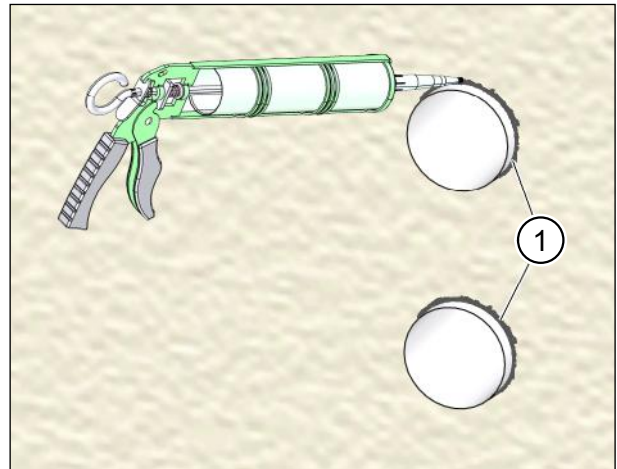

Abb. 20: Lüftungsrohre an der Außenwand abdichten
- ▶ Fasen Sie beide Rohrdurchbruchkanten (Pos. 1 in Fig. 20) mit ca. 5x45° ab, um einen Freiraum für die Dichtungsugen mit dauerelastischem Dichtstoff zu schaffen.